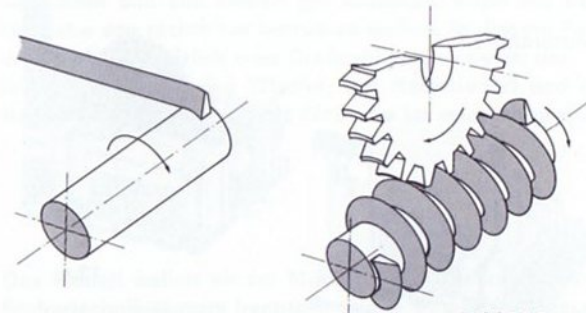

Bild 14.2
**Prinzip** Die Verzahnung der Schnecke kann man als Zahn eines Zahnrades auffassen, der schraubenförmig um den zylindrischen Grundkörper der Schnecke gewickelt wurde (Bild 14.2). Bei jeder Umdrehung der Schnecke wird daher ein in sie eingreifendes Zahnrad (Schneckenrad) um 1 Zahn weitergedreht. Hat das Schneckenrad 30 Zähne, so ist das Übersetzungsverhältnis  $i = 30$ .